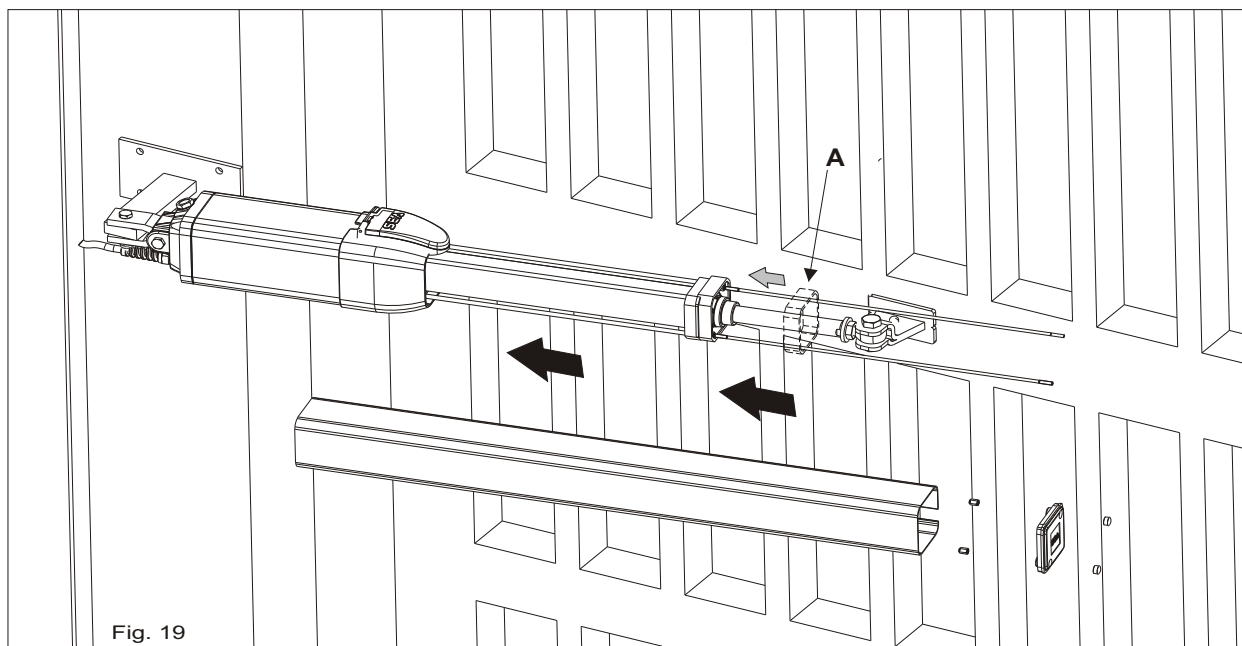

Fig. 19
S'assurer d'avoir inséré le cadre en plastique anti-vibration (A) avant d'insérer le couvre tige extrudé (Fig. 19).